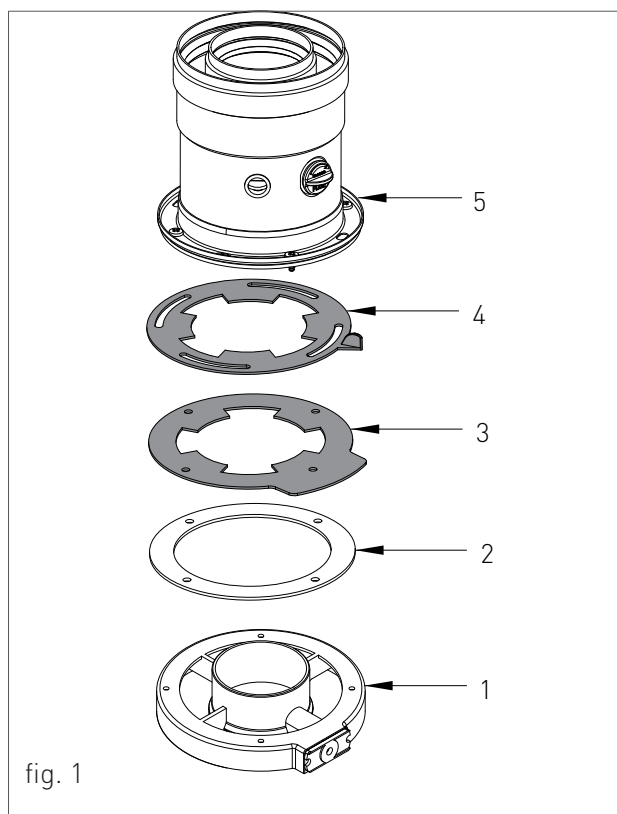

fig. 1
- › Introduceți conectorul cu flanșă (5-fig.1) sau o altă componentă adecvată sistemului coaxial utilizat;